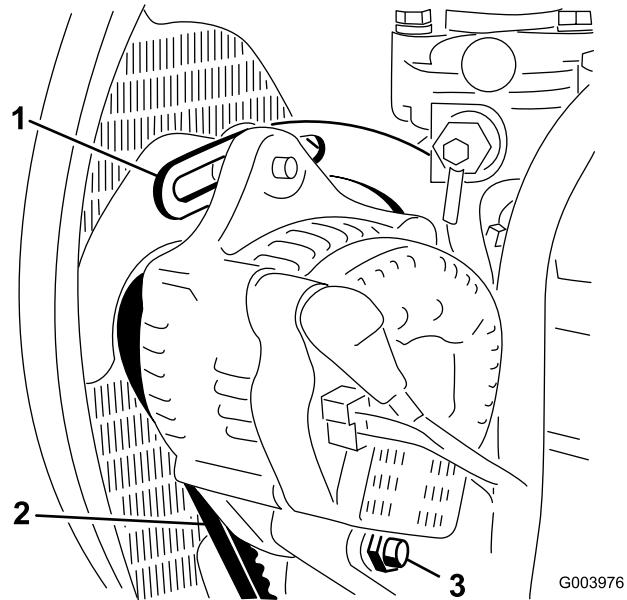

Figure 50
- Contrôlez la tension de la courroie d'alternateur (Figure 50) en exerçant une force de 10 kg (22 lb) à mi-distance entre les poulies d'alternateur et de vilebrequin.
- Desserrez le boulon de fixation du renfort au moteur (Figure 50), le boulon de fixation de l'alternateur au renfort et le boulon de pivot.